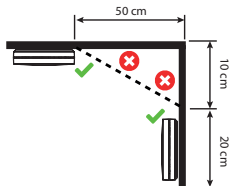

Abbildung 2: mind. 50 cm von der Wand
- An der Decke: Rauch steigt auf und breitet sich horizontal aus. Montieren Sie den Rauchmelder vorzugsweise in der Mitte der Decke, mindestens 50 cm von Wänden oder Ecken entfernt (siehe Abbildung 2).